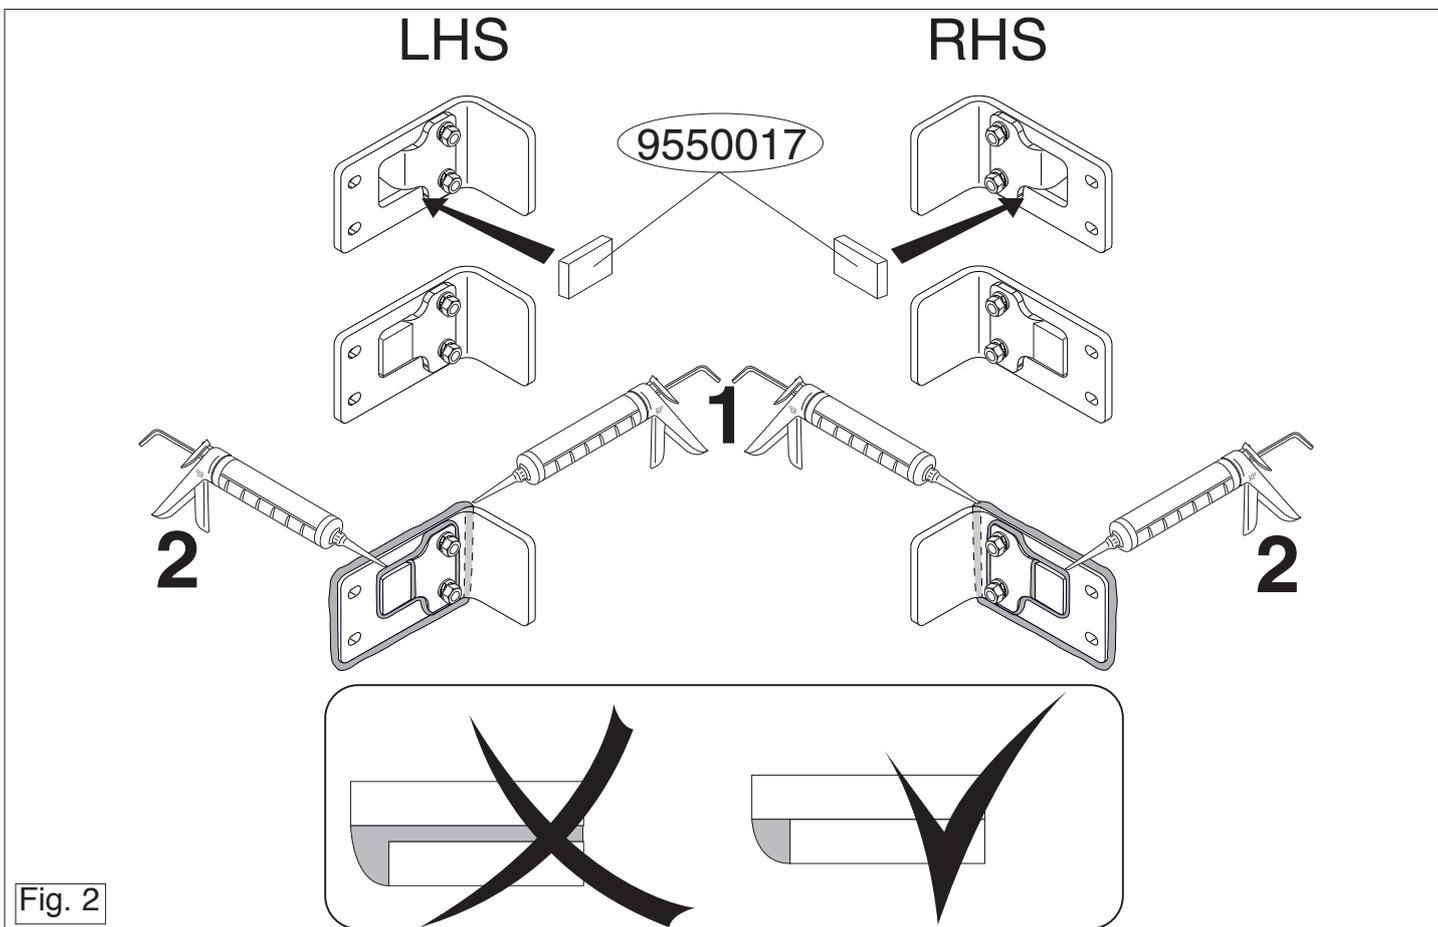

Fig. 2
10. Plaats de twee PE schuimblokken als afdichting en kit de aangegeven delen af (zie fig. 2).
10. Place the two PE foam blocks as spacers and seal the portions indicated (see fig. 2).